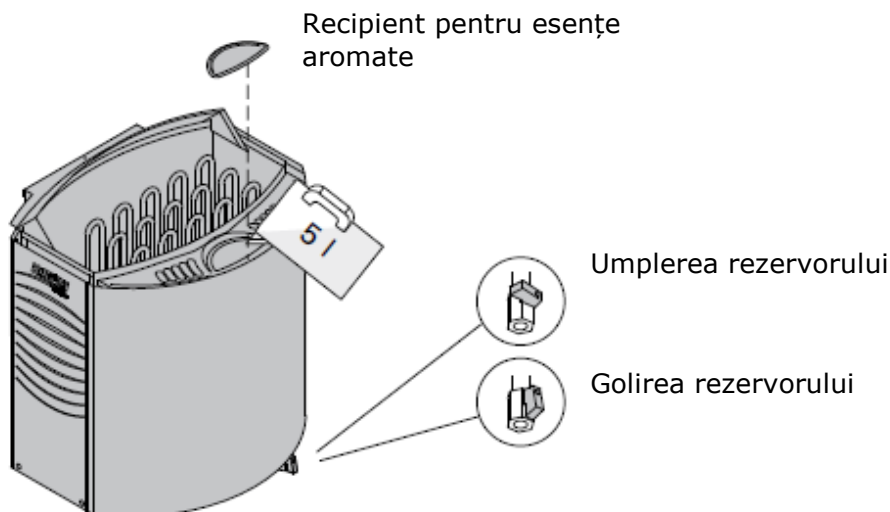

Figura 2. Umplerea și golirea rezervorului (BC-SE)
Umpleți rezervorul cu apă curată de menaj.Capacitatea maximală a rezervorului de apă este de 5 litri. (Vezi figura 2.)
Deoarece apa din rezervor, imediat după utilizare este încă foarte fierbinte, când generatorul de abur s-a oprit, este recomandată golirea numai după câteva ore de răcire (figura 2).
ÎN cazul modelelor de sobă tip Combi cu sistem de umplere automată, cu butonul de generare aburi (2) setat în poziția ON (PORNIT), umplerea rezervorului de apă se face automat. Închideți valva de golire a rezervorului și deschideți valva de umplere cu apă. Studiați figura 2. și 7.